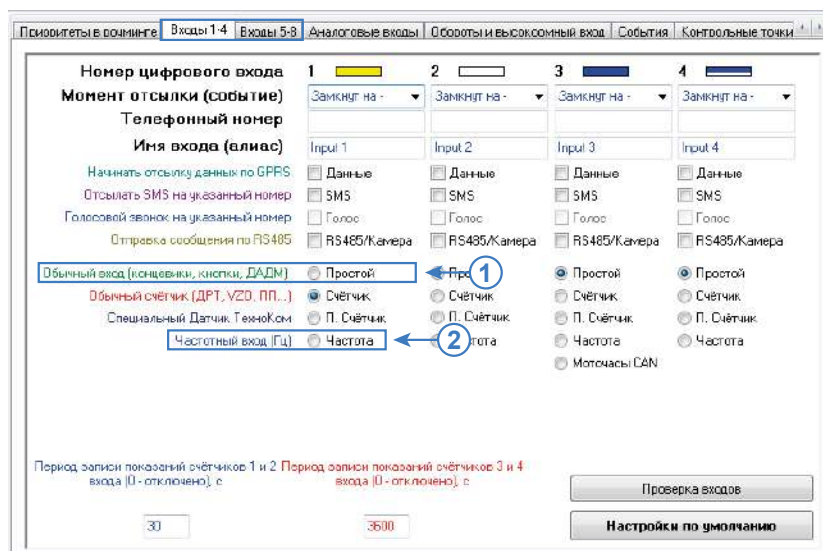

Рис.40. Пример настройки входа 1 контроллера «АвтоГРАФ» для подключения датчика «ТКАМ».
- если выход датчика настроен в один из дискретных режимов – Гистерезис 1 или 2, Ковш, Отвал, Температура или Вибрация, то настройте режим «Простой» для входа контроллера, к которому подключен выход датчика (**Рис.40, п.1**);
- если выход датчика настроен в частотный режим (только Выход 2), то выберите режим «Частота» для цифрового входа контроллера, к которому подключен частотный выход датчика (Рис.40, п.2);